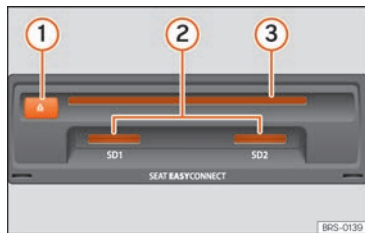

Fig. 176 Ranuras para soportes de datos en la guantera.
- Inserte un CD en la ranura » fig. 176 ③ con la cara impresa hacia arriba hasta que el equipo lo introduzca automáticamente.
Introducir la tarjeta de memoria compatible con la esquina recortada primero y los contactos hacia abajo, en la ranura » fig. 176 ② o » fig. 140 ⑨, hasta que encastre.